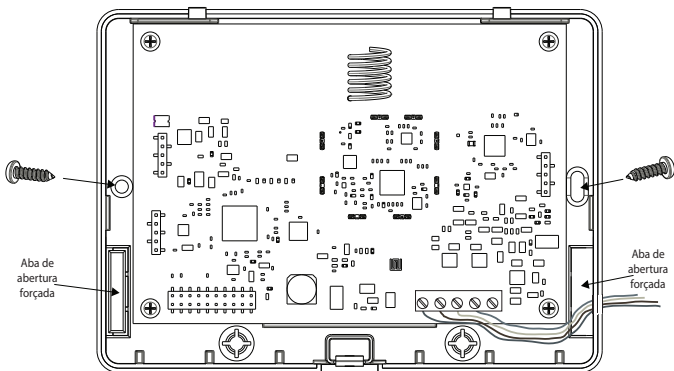

Figura 2
2. Monte o gabinete firmemente na parede utilizando os 2 (dois) parafusos fornecidos. Consulte a Figura 2.